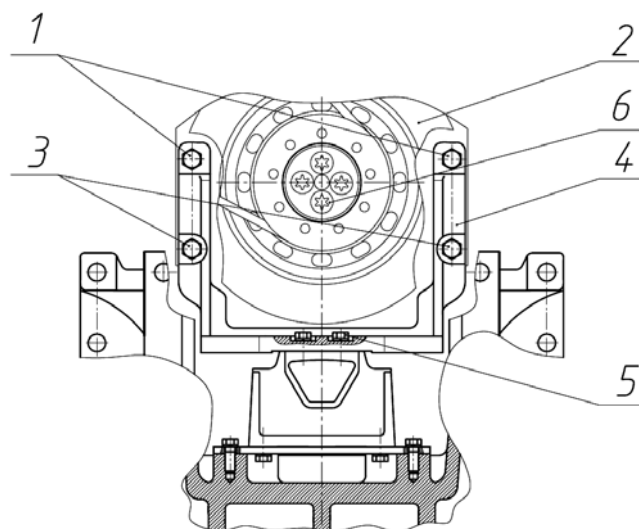

Рис.3.2 Передняя опора двигателя:
25) демонтируйте фланец коленчатого вала (14), отвернув болты (13), (рисунки 3.1 а и 3.4 а);
26) демонтируйте гаситель крутильных колебаний (2): с двигателя DEUTZ, (рисунок 3.2), отвернув болты (6); с двигателя DETROIT DIESEL, (рисунок 3.5), отвернув болты (3);
27) демонтируйте двигатель (4): DEUTZ, (рисунок 3.1 а), отвернув болты (1) и (3), (рисунок 3.2); DETROIT DIESEL, (рисунок 3.4 а), с кронштейном (4), (рисунок 3.5), отвернув болты (1), демонтируйте кронштейн (4), отвернув болты (5).